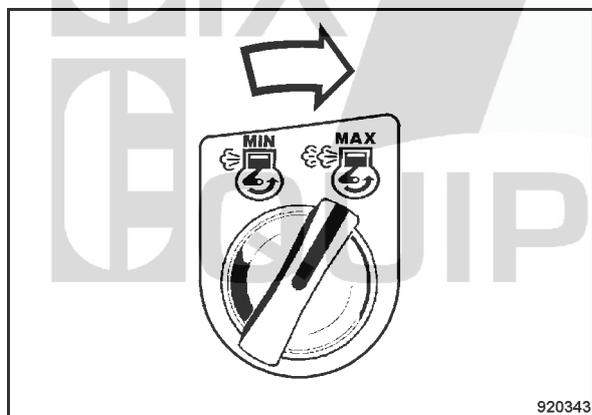

Fig. 64
- Tourner la touche rotative pour le régime du moteur (Fig. 64) vers la droite, sur position "MAX" .